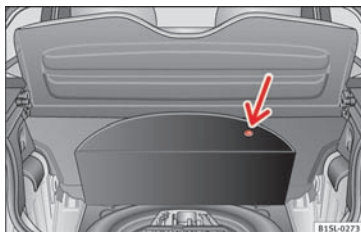

Fig. 122 I bagagerummet: bundplade, der er vippet op
Bilens værktøj, reservehjulet, nødhjulet og havarisættet er placeret i bagagerummet under bundbeklædningen » **Fig. 122**.
- Løft bundbeklædningen ved udskæringen (pil) » **Fig. 122**.